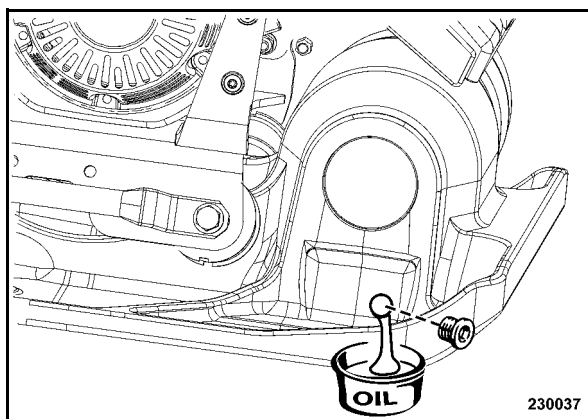

рис. 64
- Вывинтить винт (рис. 64), собрать отработанное масло.